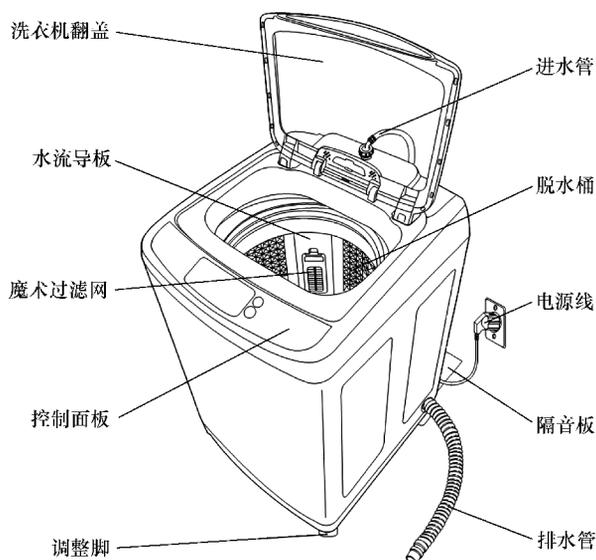

图 6-76 三星 XQB60 - K75B 型波轮式洗衣机外形结构
**【附注】**三星 XQB60 - K75B 型波轮式洗衣机外形结构如图 6-76 所示。